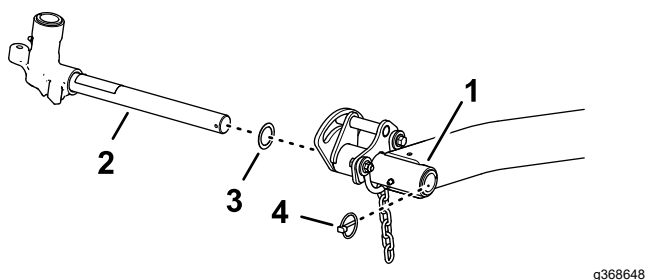

Figura 28
1. Retire el pasador de seguridad y la arandela que fijan el eje de pivote del brazo de elevación al brazo de elevación, y retire el eje de pivote del brazo de elevación (Figura 28).